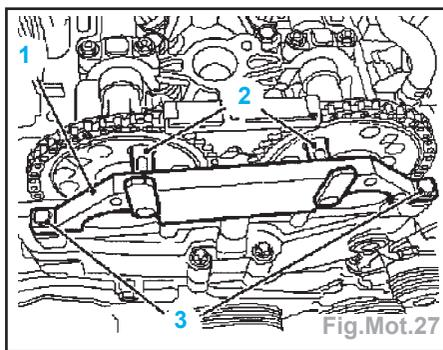

Fig.Mot.27
- Monter l'outil KM-6148 (1) (Fig.Mot.27).
- Faire glisser les boulons de fixation (2) dans les alésages prévus dans les pignons d'arbres à cames (Fig.Mot.27).